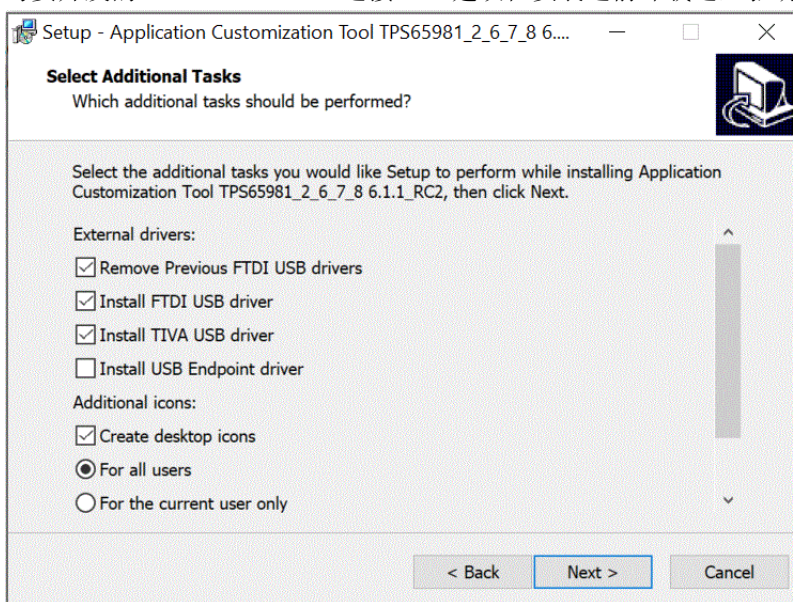

图 1-4. 其他安装选项
- f. 图 1-4 所示的选项，用户可根据需要进行勾选。此步骤允许用户安装所需的驱动程序，安装哪种驱动程序取决于哪个适配器与要开发的 TPS659xx EVM 连接。TI 建议在安装之前卸载这些驱动程序的所有以前版本。